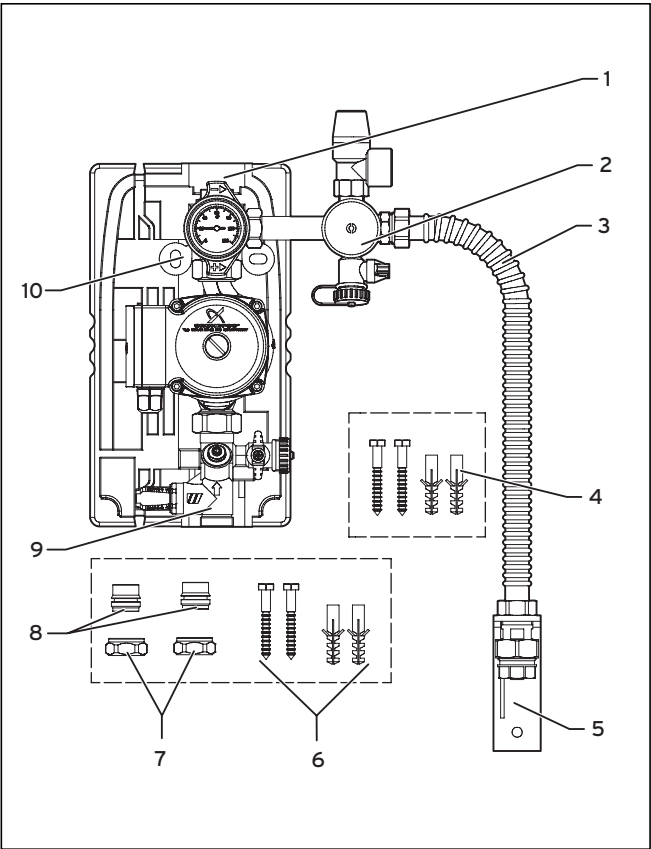
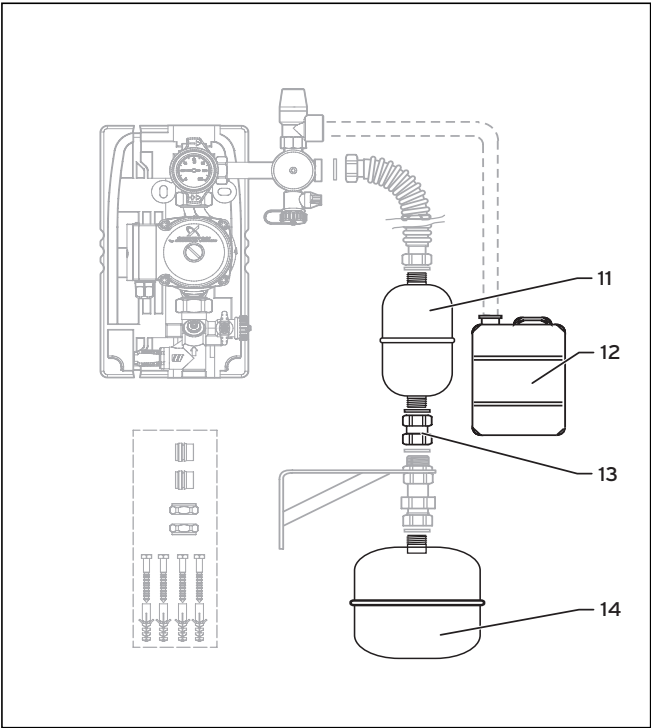

Abb. 3.1 Übersicht der Einstrang-Solarstation 6 l/min
Abb. 3.2 Übersicht der Zubehöre
Anstelle von Kupferrohren mit 22 mm Durchmesser können Sie auch Rohre mit 18 mm Durchmesser anschließen. In diesem Fall benutzen Sie die beiliegenden Reduzierstücke 22-18 (**8**, Abb. 3.1) mit integriertem Klemmring.
- Verbinden Sie das Rücklaufrohr Speicherkreis (**9**, Abb. 3.1) mit dem Rücklauf Solar am Kombispeicher.
- Montieren Sie die Sicherheitsgruppe (**2**, Abb. 3.1) mittels der 3/4" Überwurfmutter am dafür vorgesehen Anschlussstutzen oberhalb der Pumpe.
- Führen Sie die Abblaseleitung mit Gefälle zu einem geeigneten Auffangbehälter (**12**, Abb. 3.2).
Optional können Sie zwischen Solar-Ausdehnungsgefäß und Einstrang-Solarstation ein Solar-Vorschaltgefäß (**11**, Abb. 3.2) mit beigefügter 3/4"-Muffe (**13**, Abb. 3.2) einsetzen.
- Befestigen Sie die Halterung (**5**, Abb. 3.1) mit den Dübeln und Schrauben (**4**, Abb. 3.1) an der Wand.
- Schrauben Sie den Flansch und das Solar-Ausdehnungsgefäß (**14**, Abb. 3.2) an die Halterung (**5**, Abb. 3.1).
- Montieren Sie den Wellschlauch (**3**, Abb. 3.1).
- Befestigen Sie das Solar-Ausdehnungsgefäß 35 l mit den Dübeln und Schrauben (**4**, Abb. 3.1) an der Wand.